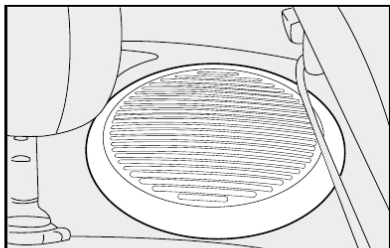

fig. 82
- alto-falantes traseiros (exceto Strada) **figs. 82 e 83.**